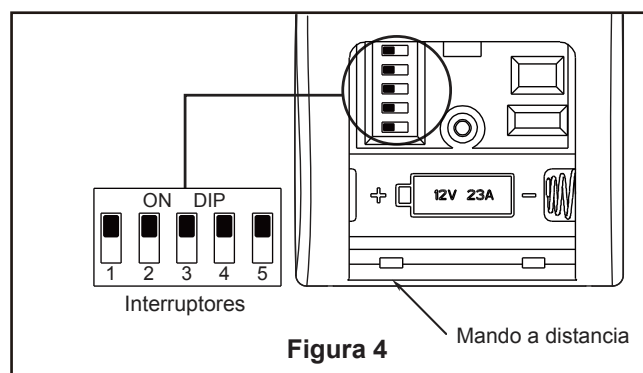

Figura 4
- 4.** Levante cuidadosamente el ventilador y coloque el ensamblaje de la bola para colgar/varilla en la abrazadera para colgar que acaba de fijar a la caja de salida. Asegúrese de que la ranura de la bola esté alineada con la lengüeta de la abrazadera para colgar. (Figura 4)
- 5.** Fije el cable de seguridad al cable de soporte para techo. Deslice la abrazadera de cables por el cable de seguridad (del ventilador). Pase el extremo del cable a través del aro que forma el cable de soporte para techo. Tire lo más posible del cable a través del aro. Inserte el extremo del cable en el orificio de la abrazadera y ajuste firmemente el tornillo. (Figura 4)
3. Conecte los conductores verdes de la abrazadera para colgar, bola para colgar y conductor verde del suministro (puesta a tierra) con el conector de cables. Conecte el conductor negro de la unidad receptora marcado "AC IN L" al conductor negro de alimentación con el conector de cables. Conecte el conductor blanco de la unidad receptora marcado "AC IN N" al conductor blanco de alimentación con el conector de cables. Conecte el conductor blanco de la unidad receptora marcado "TO MOTOR N" al conductor blanco del ventilador con el conector de cables incluido con la unidad receptora. Conecte el conductor negro de la unidad receptora marcado "TO MOTOR L" al conductor negro del ventilador con el conector de cables que se adjunta con la unidad receptora. Finalmente, conecte el conductor azul de la unidad receptora al conductor azul de la iluminación del ventilador con el conector de cables que se adjunta con la unidad receptora. (Figura 4)
4. Para configurar el código del mando a distancia a las mismas posiciones que en el receptor. Mueva los interruptores de código hasta colocar el código de selección en la posición arriba o abajo. Con un destornillador pequeño o con una lapicera (no se incluye) deslice firmemente hacia arriba o hacia abajo. (Figura 4)